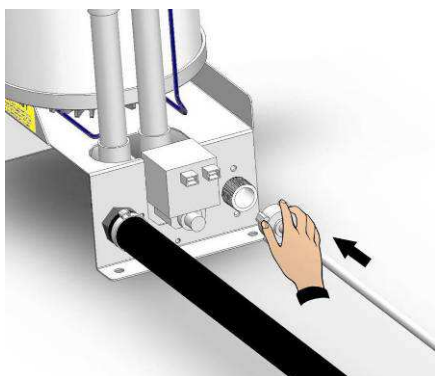

Fig. 21
4. Raccorder la conduite d'alimentation en eau au raccord $\frac{3}{4}$ GAZ de l'électrovanne (figures 21 et 22).